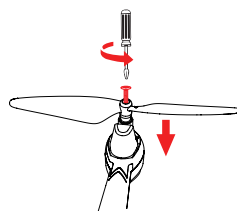

Figure 2: Installation des hélices
1. Insérez la batterie sur le chargeur fourni en la faisant coulisser délicatement (Figure 2).
6. Les hélices neuves doivent être enfoncées au maximum. Veuillez ensuite revisser la vis situés sur le rotor.(Figure 2)